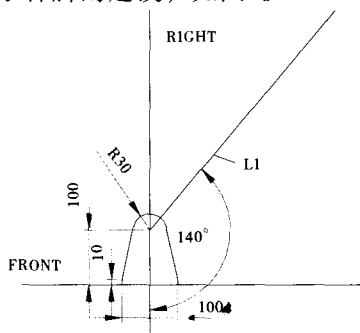

图3 眼板轮廓线
②点击拉伸命令按钮,选择距TOP平面300的平行平面作为新的草绘平面,拉伸方向指向TOP平面,取消系统默认的参照,以刚才所建的直线的两个端点为参照,并分别过这两点绘制两条中心线,定义其与梯架轨迹线的夹角都为 140° ,之所以要定义这样一个角度,是因为梯脚与梯架之间是螺栓连接,是可以转动的,这样就可以根据具体的安装位置来调整该角度,使模型更真实。然后分别绘制上下两个眼板的轮廓线。这样就完成了梯脚的建模,如图3。